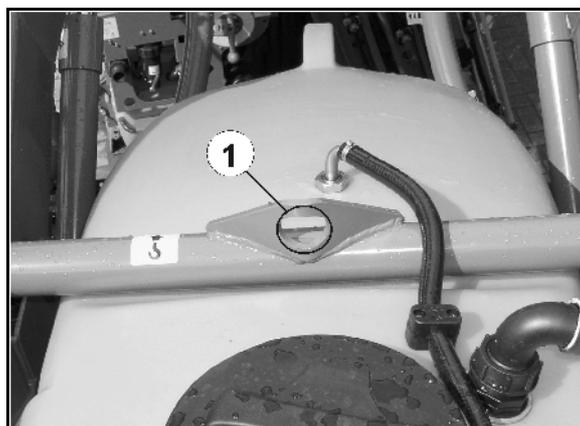

Fig. 5
Markredskabet er udstyret med 3 læssebeslag (Fig. 5/1, Fig. 6/1, Fig. 7/1).
- 3000 kg bagest (Fig. 5)